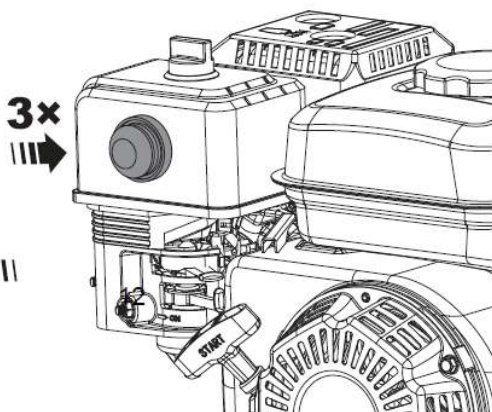

Рис. 25
7. Нажмите 3-5 раз на праймер до заполнения карбюратора бензином (рис. 25).